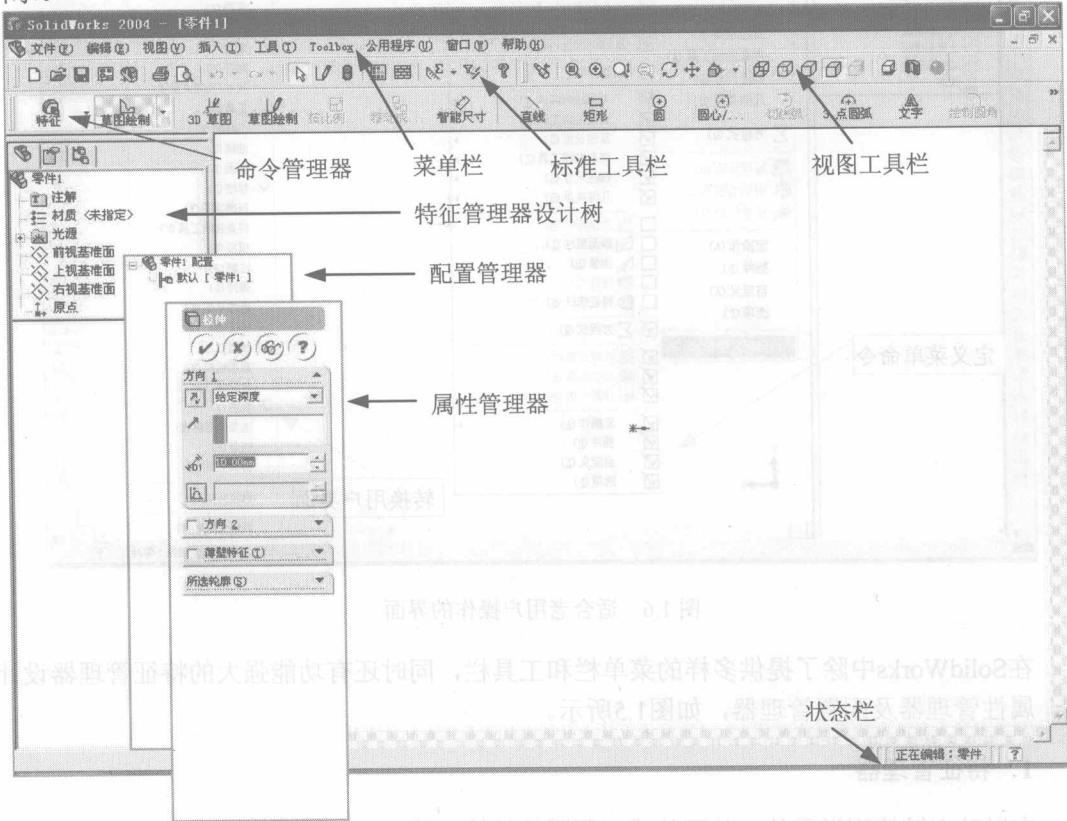

图 1.5 SolidWorks 2004 平台视图
对于初级用户，SolidWorks 2004不仅在新建文件操作中提供了详细的操作向导，同时还为操作界面提供了一套非常适用于初级用户使用的“命令管理器”，它将众多纷繁杂乱的工具栏通过“命令管理器”来进行管理，使得所有命令之间更具有联系，也更加清晰、更具层次性。同时也让整个操作界面更加紧凑，为视图绘制区的操作留下更多的可视面积，如图1.5所示。
在 SolidWorks 中除了提供多样的菜单栏和工具栏，同时还有功能强大的特征管理器设计树、属性管理器及配置管理器，如图 1.5 所示。
(1) 下拉式菜单。SolidWorks 2004 菜单延续了 Windows 界面操作惯例，单击如图 1.5 所示的菜单栏的主菜单，可以弹出包括子菜单、指示项目是否激活的复选标记等的下拉式菜单。用户可通过菜单访问所有的 SolidWorks 2004 命令。
(2) 快捷菜单。处理草图、模型、装配体或工程图时，可以使用快捷菜单中的各种工具和命令。当将光标移动至模型中的几何体、特征管理器设计树中的项目或 SolidWorks 窗口边框上时，单击鼠标右键即会弹出快捷菜单。快捷菜单提供了一种高效的工作方式，而不需要随时将指针移到主菜单或工具栏上选取命令。使用快捷菜单，可以进行以下操作：